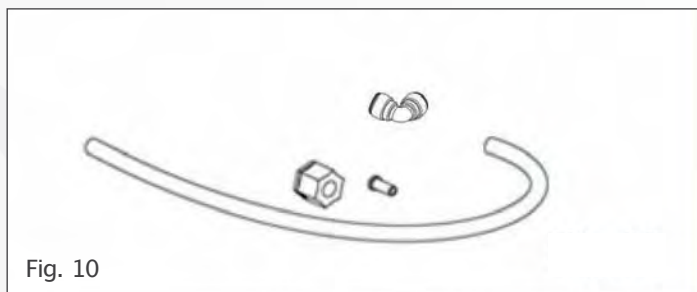

Fig. 10
- A: Compruebe la presencia de las piezas necesarias (tubo flexible, abocardador, codo y tuerca). (Fig. 10)